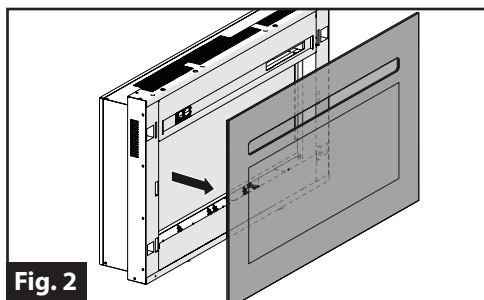

Fig. 2
4. Levante para quitar la cubierta de vidrio de la unidad y déjela a un lado. (Fig. 2)